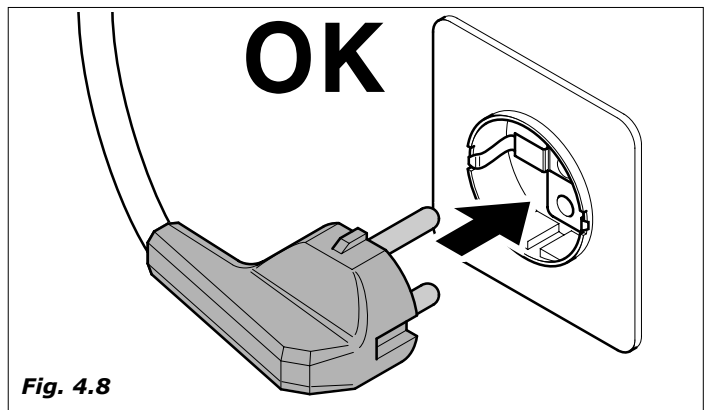

Fig. 4.8
- El distribuidor está dotado de un cable de alimentación H05VV-F 3x1,5 mm² , con clavija SCHUKO (Fig.4.8).